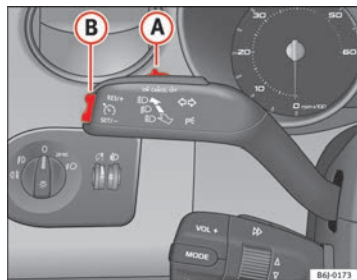

Fig. 110 Palanca de intermitentes y de luz de carretera: mando y tecla basculante para el regulador de velocidad
- Presione la parte superior de la tecla basculante **RES** ⇒ fig. 110 **(B)** para aumentar la velocidad. El vehículo acelerará mientras mantenga la tecla presionada. Al soltar la tecla quedará memorizada la nueva velocidad.
Si se reduce la velocidad programada pisando el pedal del freno, se desactiva el regulador de velocidad. Si quiere activar de nuevo el regulador, bastará con presionar una vez la parte superior de la tecla basculante **RES+** ⇒ fig. 110 **(B)**.